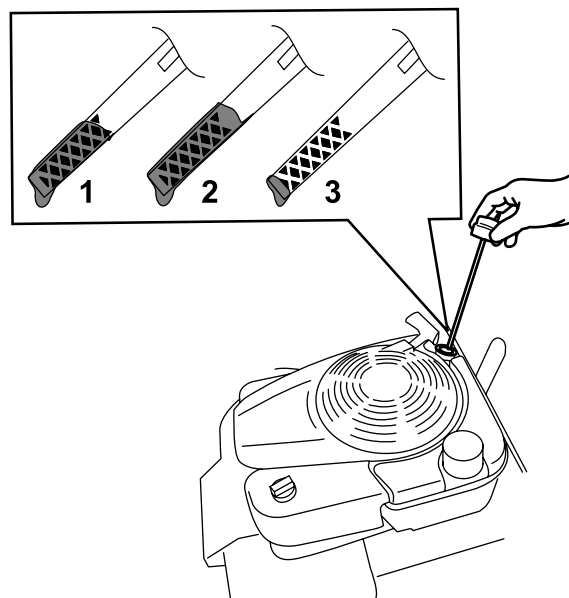

Рисунок 6
2. Извлеките масломерный щуп, повернув крышку против часовой стрелки и вытянув его (Рисунок 6).
7. Определите уровень масла по отметкам на щупе (Рисунок 6).